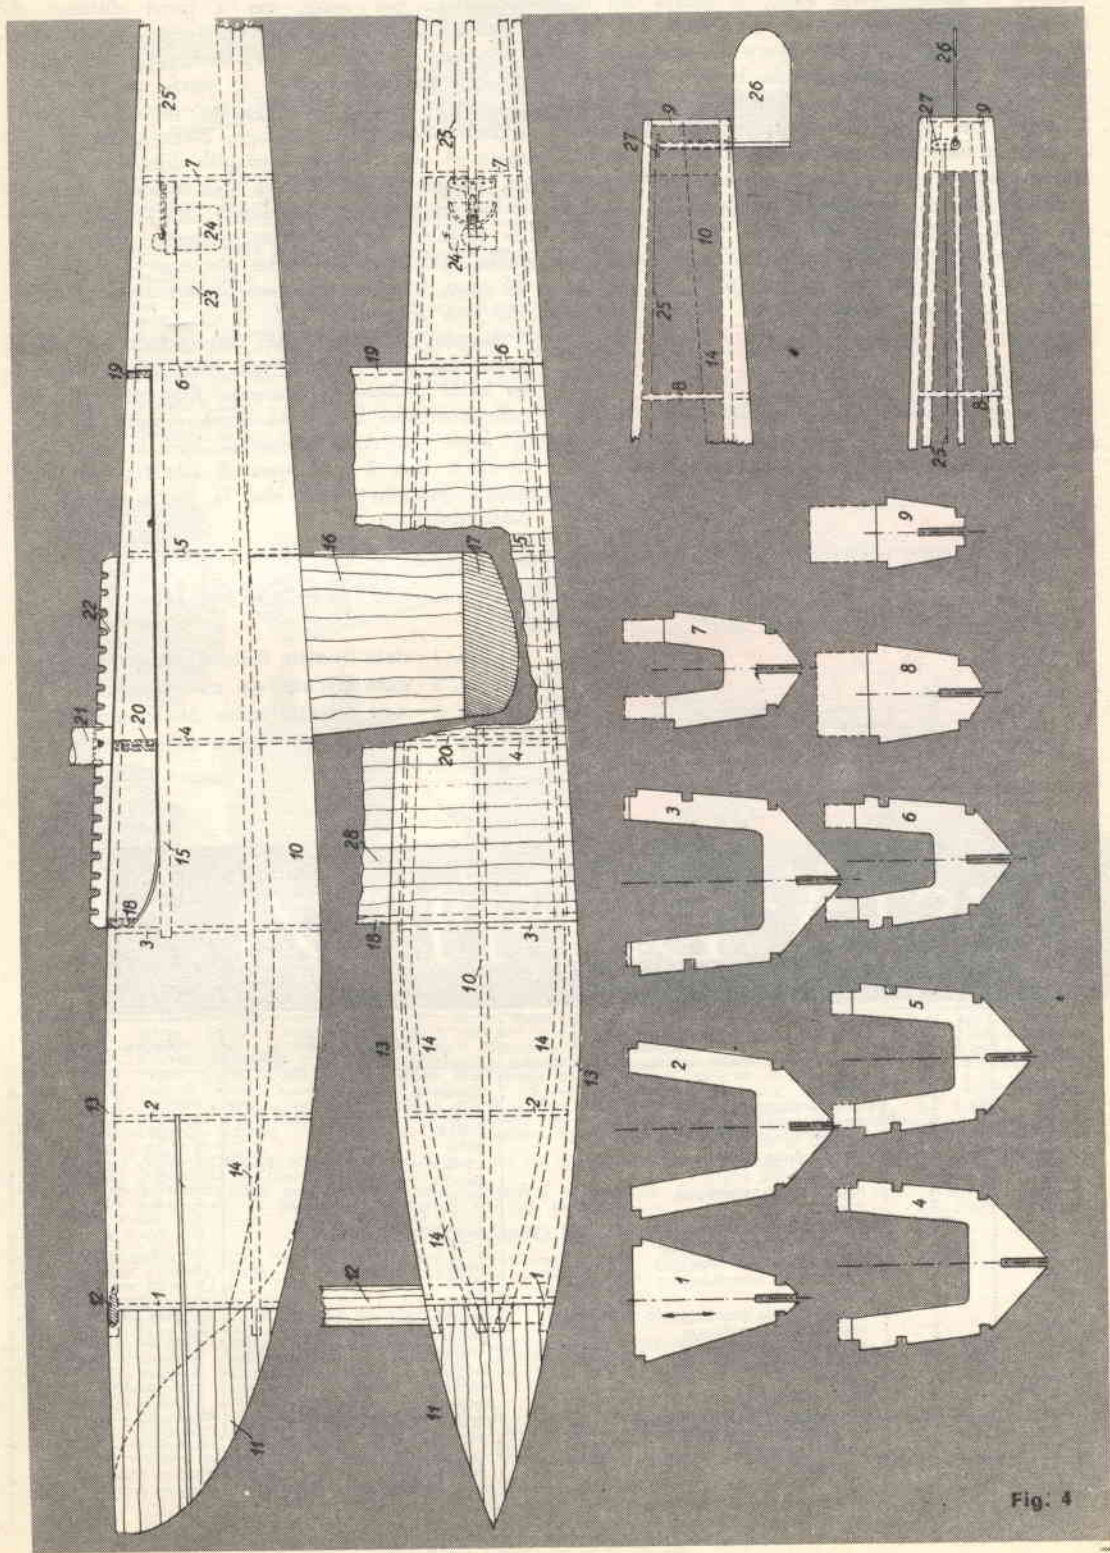

Fig. 4
- E (fig. 4) — **CONVERTITORE « PHONOLA »** per onde corte, con valvola ECC81 (occasione per Radioamatori) applicabili sia su autoradio, sia su radio normale, sei gamme dai 16 ai 50 metri con comando a tastiera, completo di accessori e cavetto antenne L. 2.000 + 450 sp.